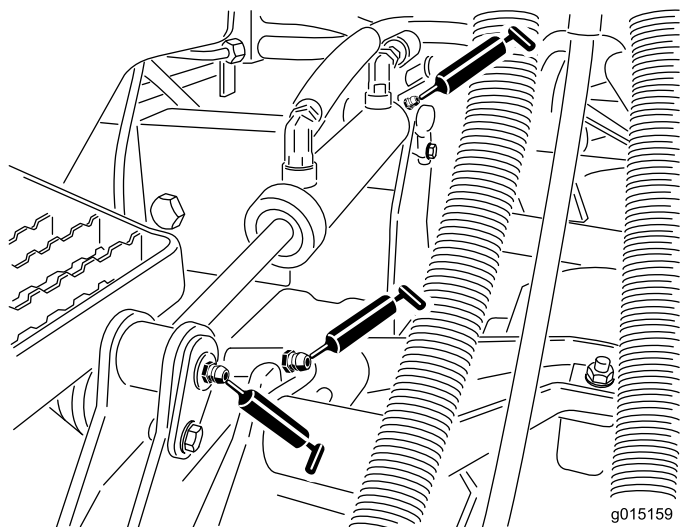

Рисунок 104
- Втулки подъемных рычагов (по 1 шт. на режущий блок), см. Рисунок 104
- Втулки подъемных цилиндров (по 2 шт. на режущий блок), см. Рисунок 104